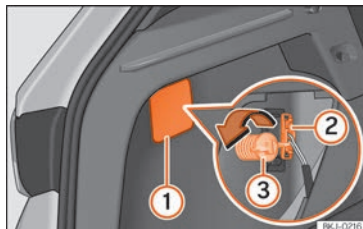
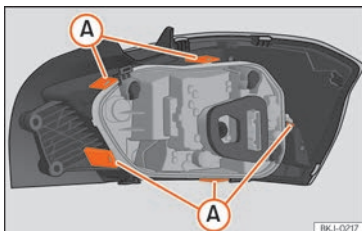

Abb. 164 Gepäckraum: Zugang zur Befestigungsschraube der Heckleuchte
Abb. 165 Befestigungslaschen Rückseite Heckleuchte.
- Hebeln Sie die Abdeckung an der Aussparung mit dem flachen Teil des Schraubendrehers ab »» (Abb. 164) ①.
- Ziehen Sie den Stecker der Leuchte ② ab.
- Schrauben Sie mit der Hand oder mit Hilfe eines Schraubendrehers die Befestigungsschraube der Leuchte ③ heraus.
- Bauen Sie den Lampenträger aus, indem Sie die Befestigungslaschen »» (Abb. 165) A entriegeln.